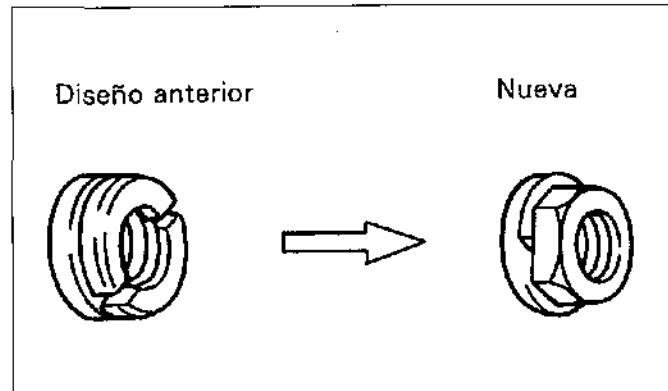
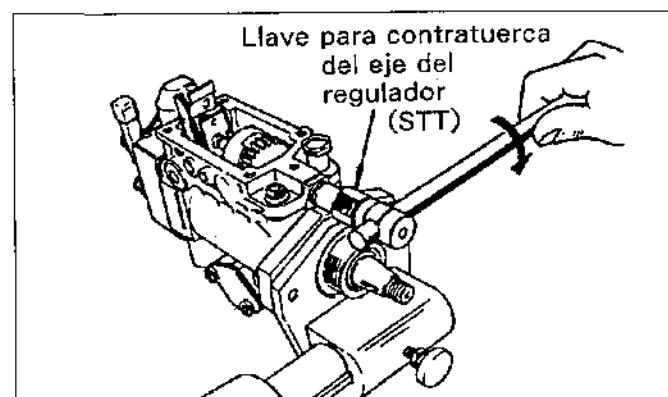
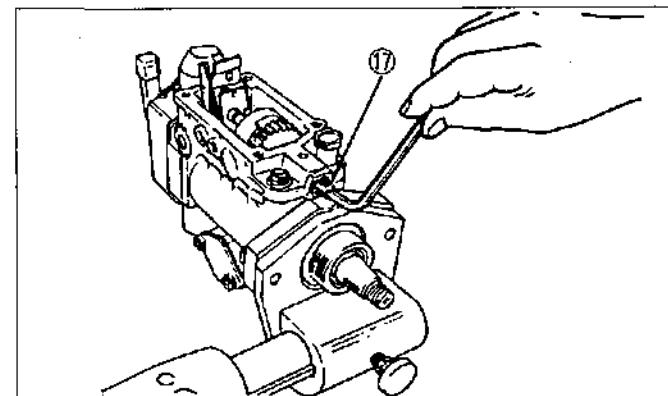

Figura.12-6 Contratuerca del eje de regulador
Figura.12-7 Contratuerca del eje del regulador
Figura.12-8 Desmontaje del regulador ⑯
(1) Con la bomba montada como se muestra en la figura.12-7,extraiga la contratuerca del eje del regulador usando la llave de contratuerca del eje del regulador para la contratuerca de diseño anterior, o una llave tubular normal para la contratuerca de nuevo diseño (vea la figura.12-6). Luego, extraiga el eje del regulador ⑯ como se muestra en la figura.12-8.